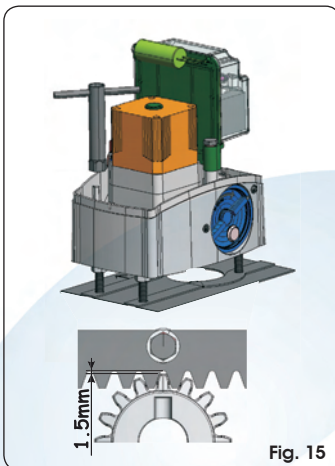

Fig. 15
- Finalizada la instalación de la cremallera, para garantizar un correcto engranaje con el piñón es oportuno bajar unos 1,5 mm (Fig.15) la posición del motorreductor.